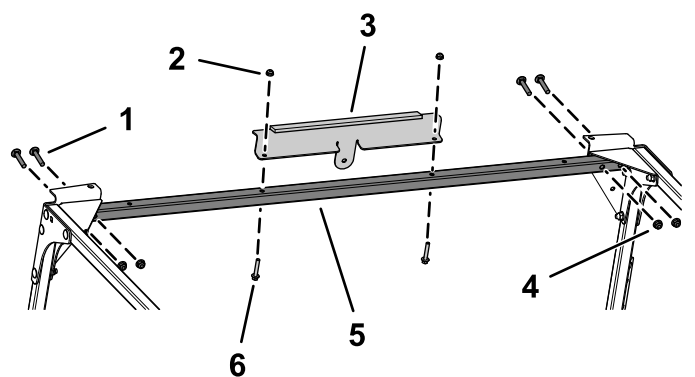

Рисунок 11
10. Установите, не затягивая, переднюю поперечину на передние пластины и угловые вставки, используя 4 каретных болта (5/16 x 1¾ дюйма) и 4 фланцевые гайки (5/16 дюйма), как показано на Рисунок 11.
11. Установите переднюю опору на переднюю поперечину с помощью 2 болтов с шестигранной головкой и фланцем (¼ x 1½ дюйма) и 2 фланцевых гаек (¼ дюйма), как показано на Рисунок 11.